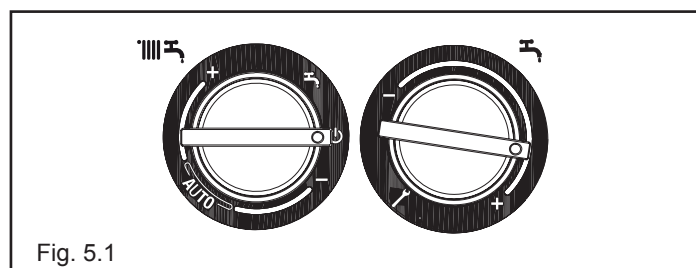

Fig. 5.1
- Portare il selettore di funzione su  per spegnere la caldaia (fig. 5.1)